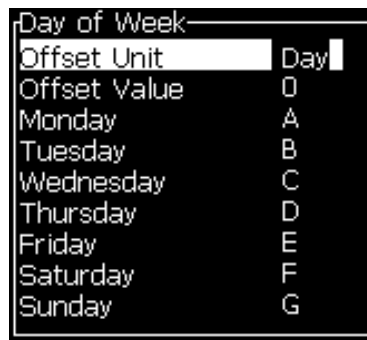

Figura 5-45: Dia da semana codificado
- 3 Selecione *Configuração da hora codificada da semana* e pressione *Enter* para abrir a caixa de diálogo *Dia da semana* (consulte Figura 5-45).